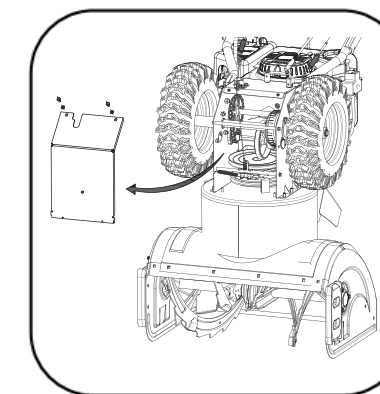

Рисунок 15
2. Осторожно повернуть снегоуборщик вверх и вперед так, чтобы он опирался на кожух шнека. Снять крышку рамы с нижней стороны снегоуборщика, отвернув четыре крепящих его самореза (см. Рисунок 15).